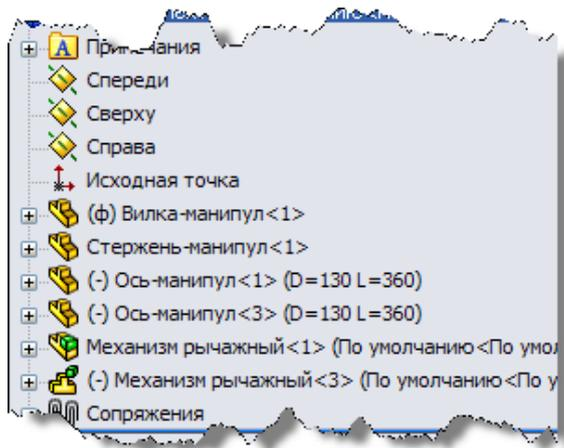

Рис. 11.50 Фрагмент Древа конструирования
- ✓ **Несколько экземпляров.** Можно добавить несколько экземпляров узла сборки, используя конфигурацию родительской (главной) сборки. Некоторые экземпляры можно сделать **точными** , а другие **свободными**  (рис.11.50). Также разные экземпляры могут иметь различные положения компонентов узла сборки.